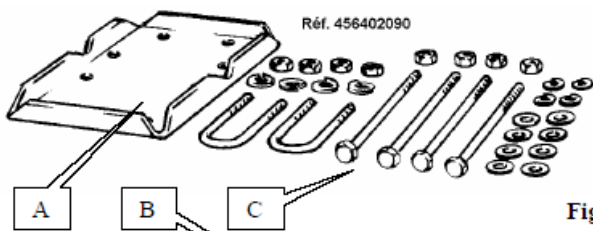

Fig. 1
- Dopasować pozycję czujnika za pomocą dwóch nakrętek blokujących **A** (Fig. 1) w taki sposób, aby **końcówka czujnika znalazła się w odległości od 3 do 5 mm od wierzchołka wałka sześciokątnego**.